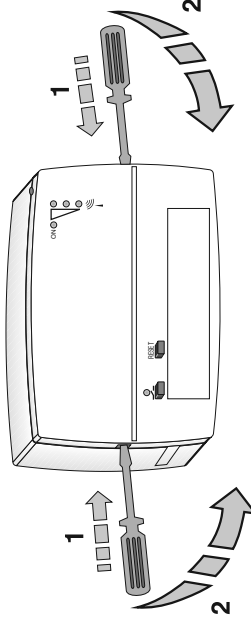

Fig. 3.i
- Introducir un destornillador en las ranuras laterales y girarlo hacia adelante para ejercer una ligera presión sobre el gancho (fig. 3.i).